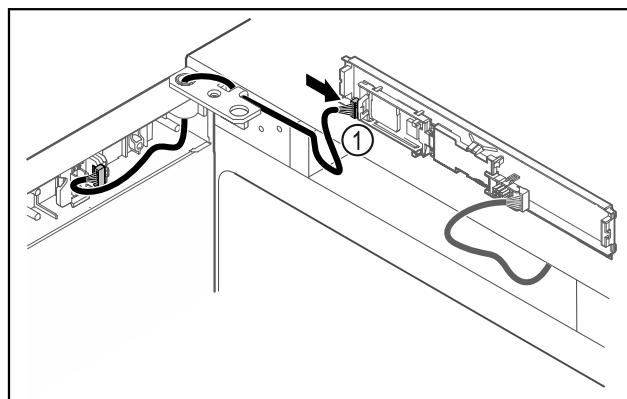

Fig. 41
- ▶ Подключите штекер Fig. 41 (1) к панели.